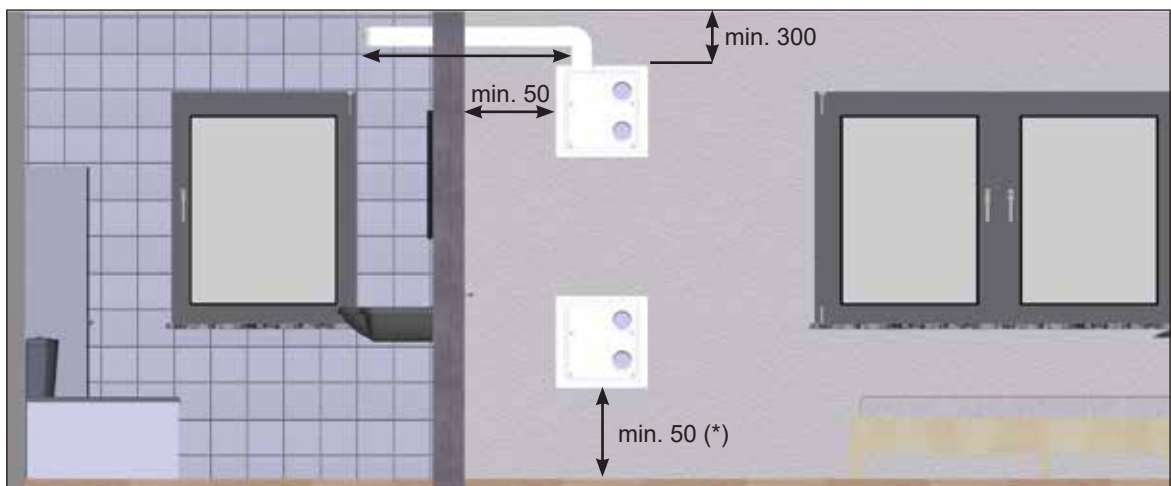
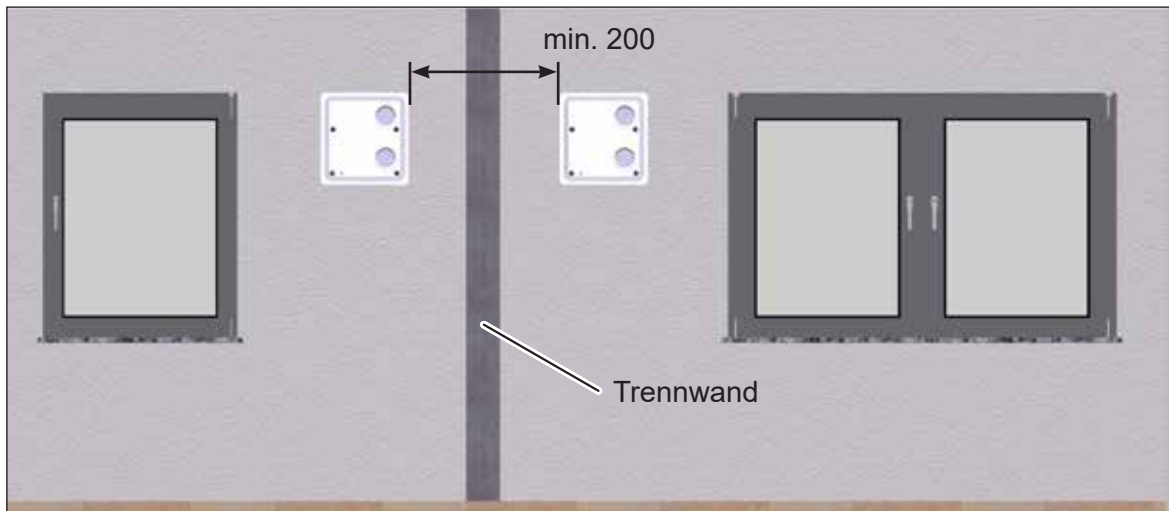

Abb. 5: Mindestabstände und Positioniermöglichkeiten des Montagesets M-WRG-M/MB-FK1 / FK2, Maße in Millimeter
Abb. 6: Seitlicher Mindestabstand zwischen zwei Mauerkästen, Maße in Millimeter
- Das Montageset Unterputz (Mauerkasten) muss so installiert werden, dass die Öffnungen für den Flachkanalanschluss nach oben zeigen (siehe Abb. 5).
- ▶ Achten Sie auf folgende Mindestabstände (siehe Abb. 5 und Abb. 6):
- Der Abstand der seitlichen und unteren Mauerkastenkante zu angrenzenden Flächen sollte mindestens 50 mm (Ausnahme: bei Verwendung eines Kondensatanschlusses, siehe (*) in Abb. 5 auf Seite 10) betragen. Mit Einhaltung des Mindestabstands lässt sich das Lüftungsgerät leichter bedienen. Ebenso kann der Luftfilterwechsel ohne Beeinträchtigung durchgeführt werden.